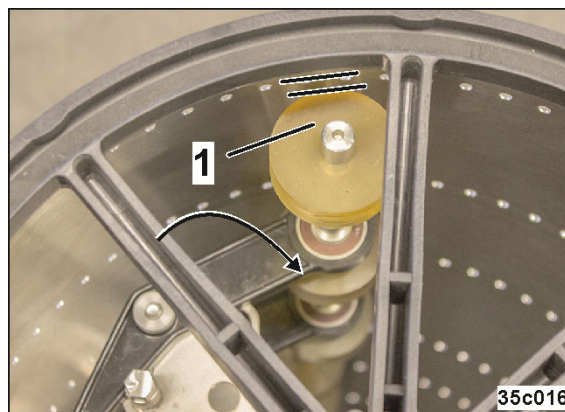

Рис. 287
4. Рычаги (Рис. 284/2) повернуты в противоположную сторону к оси вращения, между роликами для перекрытия отверстий и распределительным барабаном имеется зазор (Рис. 287/1).